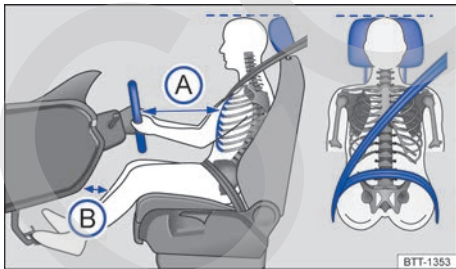

Fig. 2 Distancia correcta del conductor con relación al volante, posición correcta de la banda del cinturón de seguridad y ajuste correcto del apoyacabezas.
- Ajustar el asiento para que la distancia entre el volante y el tórax tenga como mínimo 25 cm → fig. 2 (A) y que el conductor pueda sujetar el volante del borde externo con las dos manos y los brazos ligeramente doblados.
- Ajustar el asiento del conductor de manera longitudinal para que los pedales se puedan accionar con las piernas ligeramente dobladas y la distancia de la zona de la rodilla con el panel de instrumentos sea de al menos 10 cm → fig. 2 (B).
- Para los asientos con apoyacabezas: ajustar el apoyacabezas para que su borde superior se encuentre preferentemente en la misma línea de la parte superior de la cabeza → **fig. 2** – pero no por debajo de la altura de los ojos. Posicionar la parte posterior de la cabeza lo más cerca posible del apoyacabezas.